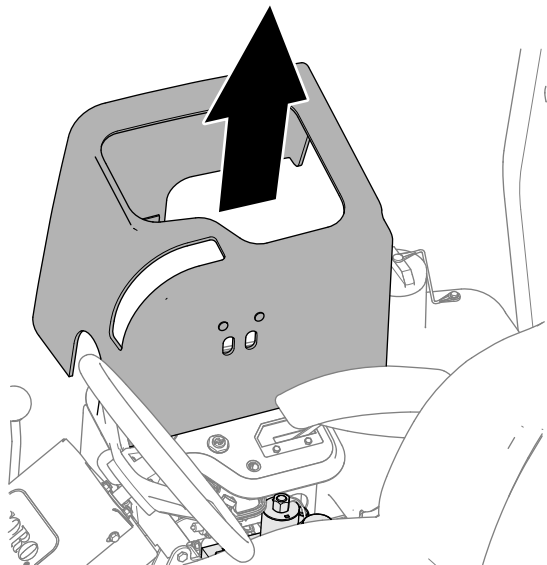

Figura 89
3. Sollevate la protezione del quadro a montaggio magnetico (Figura 89) per avere accesso al collettore del tosaerba.